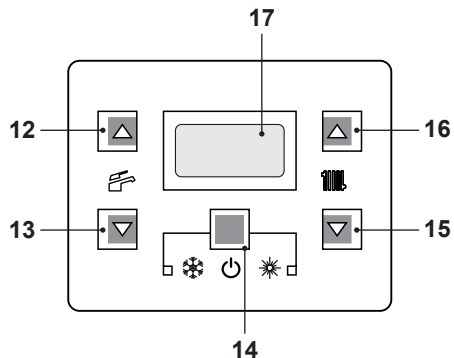
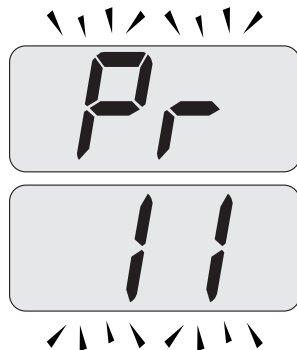
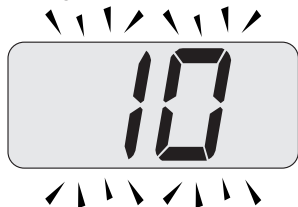

Figura 5.43
Figura 5.45
Figura 5.46
Comunque se la temperatura ambiente non dovesse essere confortevole si può aumentare o diminuire la temperatura di mandata dell'impianto riscaldamento di  $\pm 15^\circ\text{C}$  agendo sui tasti 15 (diminuzione) e 16 (aumento) (Figura 5.43).
- Entrare in "modalità programmazione" premendo contemporaneamente per 10 secondi i tasti 14 - 15 - 16 (Figura 5.43) fino a far apparire sul display LCD le lettere **Pr** che si alternano con il codice **11**, indicanti l'entrata nel "parametro 11" (Figura 5.45).
- Scorrere i vari parametri utilizzando i tasti 15 o 16 fino a far apparire sul display LCD le lettere **Pr** che si alternano con il codice **11**, indicanti l'entrata nel "parametro 11" (Figura 5.45).
- Premere contemporaneamente i tasti 14 e 16 (Figura 5.43) fino a far apparire sul display LCD il valore del parametro 11 (10=60 secondi) (Figura 5.46).
- Premendo il tasto 14 (Figura 5.43) si ottiene la conferma del valore inserito.
- Premendo contemporaneamente i tasti 14 e 15 (Figura 5.43) si esce senza modificare il valore (ritorno alla lista parametri Figura 5.45)
- Premendo contemporaneamente per 10 secondi i tasti 14 - 15 - 16 (Figura 5.43) si esce dalla "modalità programmazione".